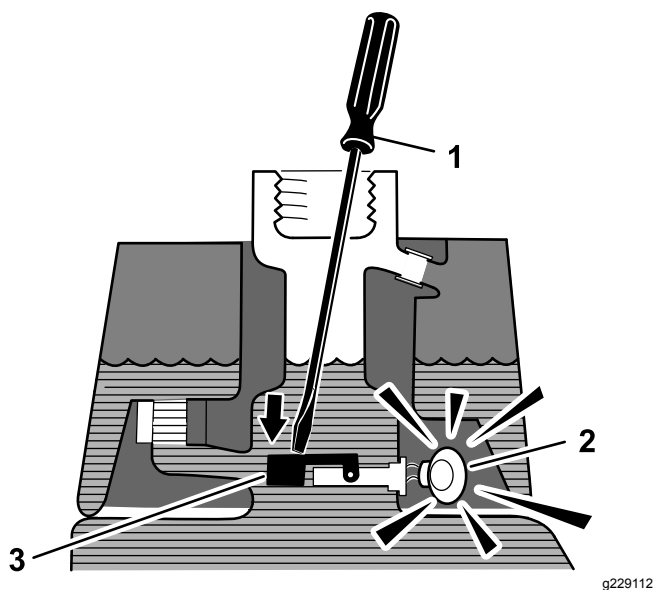

Figura 40
3. Insira uma barra ou uma chave de parafusos no bocal do depósito e empurre com cuidado o comutador de flutuação (Figura 40) para baixo. O alarme deverá ser ativado ao fim do período de desfasamento de um segundo.